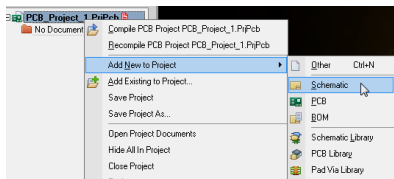
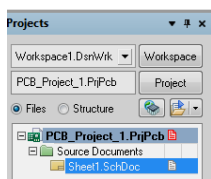

图 2.6
图 2.7
**Step 3** 继续执行右键快捷菜单中的 Add New to Project(新增到项目) → Schematic(原理图)命令，如图 2.6 所示，系统在该 PCB 项目中添加了一个新的空白原理图文件，默认名为 Sheet1.SchDoc，同时打开了原理图的编辑环境，如图 2.7 所示。